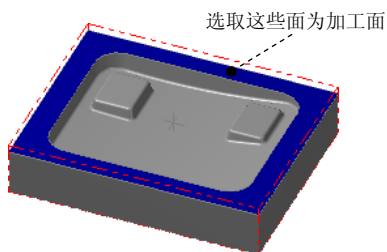
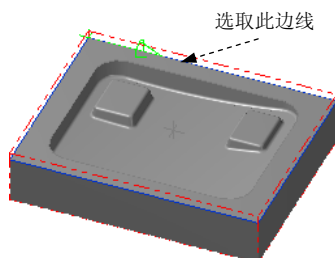

图 10.19 选取加工面
图 10.20 选取边界线
Step2. 设置加工区域。在图形区中选取图 10.19 所示的曲面，然后按 Enter 键，系统弹出“刀具路径的曲面选取”对话框。然后单击 **边界范围** 区域中的 **鼠标** 按钮，选取图 10.20 所示的边线为边界。单击 **✓** 按钮，然后单击“刀具路径的曲面选取”对话框的 **✓** 按钮，系